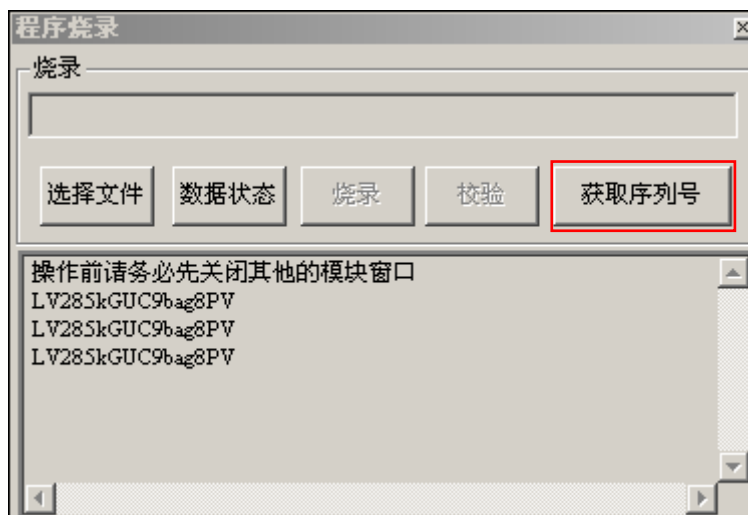

图 4-20 固件升级对话框
- (2) 在 MCT2008 软件主界面点击菜单“工具”->“程序烧录”，将会弹出程序烧录对话框，如图 4-20 所示。